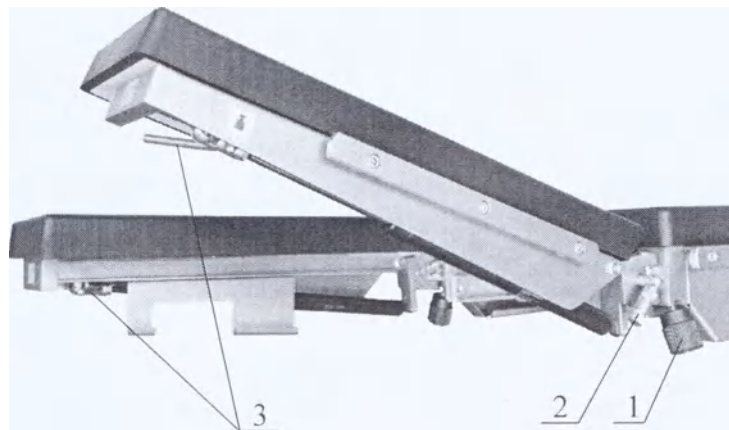

Рисунок 8. Ножные секции на газовых пружинах.
ВНИМАНИЕ! Следует убедиться, что ножные секции правильно закреплены. Не допускается нагружение каждой из ножных секций массой более 25 кг.	(Рисунок 8)
- Отверните на один оборот зажим 1 (Рисунок 8);
- Отверните на один оборот зажим шарнира ножной секции 2 (Рисунок 8);